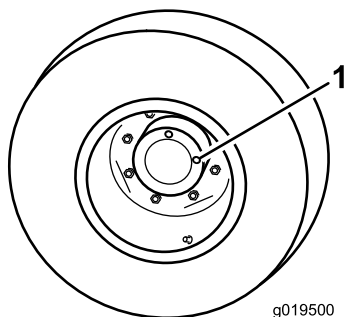

Figura 65
1. Com a máquina numa superfície plana, posicione a roda de forma a que um tampão de verificação (Figura 65) fique na posição das 12 horas e o outro na das 3 horas.
2. Retire o tampão da posição das 3 horas (Figura 65).